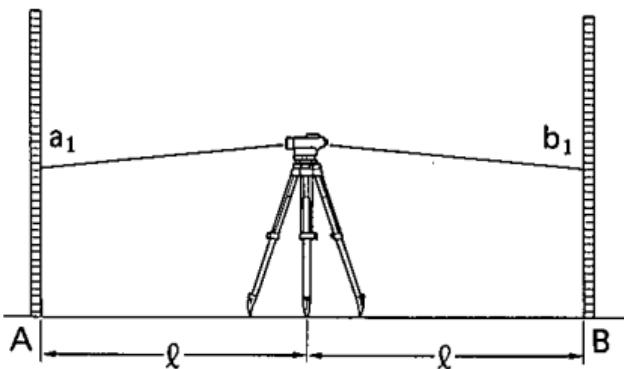

図 7.5
- 1) 30~50m離れたA・Bの中央でa₁・b₁を読みとります。(図7.5)